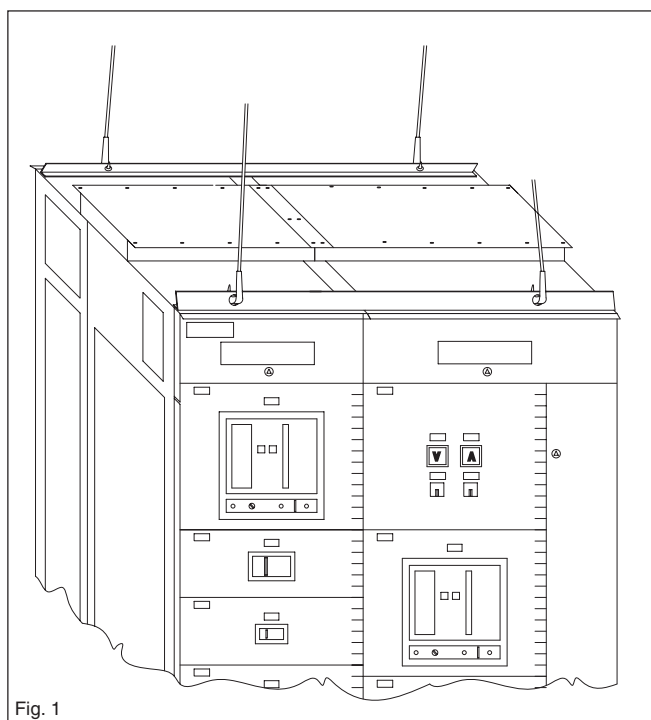

Fig. 1
- le apposite traverse predisposte sul tetto del quadro (fig.1);
- *à l'aide des traverses prévues à cet effet sur le toit du tableau (fig. 1);*
- the crossbars mounted on the roof of the switchboard (fig. 1);